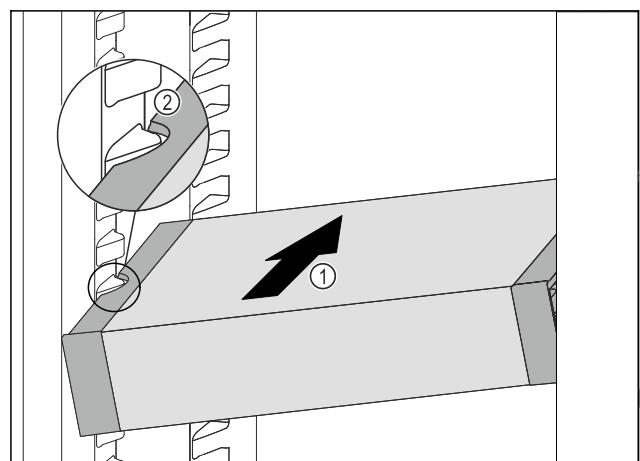

Fig. 136
► VarioSafe schräg in das Kühlteil einschieben Fig. 136 (1), bis sich die seitlichen Aussparungen Fig. 136 (2) des VarioSafes auf Höhe der Behälterrippe im Kühlteil befinden.